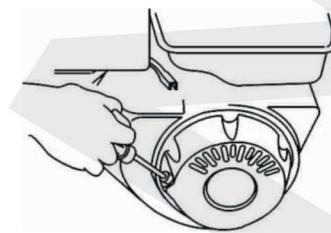

Рис.5
- Слегка потяните за рукоятку стартера, пока не почувствуете сопротивление, это нужно для того, чтобы избежать обратного хода пускового троса. После этого резко дерните за рукоятку стартера, чтобы запустить двигатель. (Рис. 5)